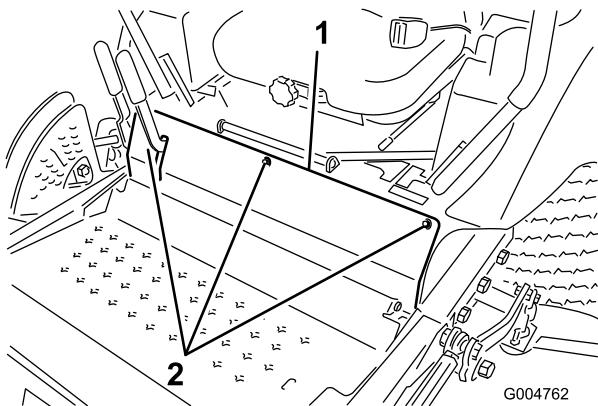

Figura 60
3. Retire os parafusos que fixam o painel dianteiro e retire o painel (Figura 60).